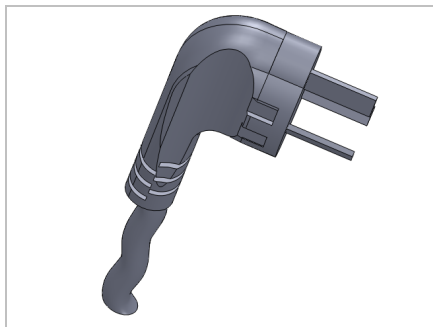

图 15-66 创建拉伸凸台特征
(20) 退出草图环境, 弹出【凸台-拉伸】属性管理器, 单击【反向】按钮, 设置【深度】为 17, 单击【确定】按钮, 创建拉伸凸台特征, 如图 15-66 所示。